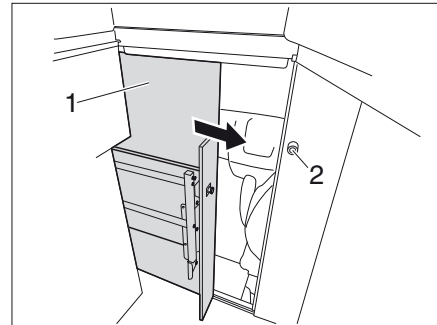

Bild 61 Lås förarhytt
- Stäng dörren (Bild 61,1) tills den går i lås.
- Vrid handtaget (Bild 61,2) motsols tills dörren är låst.
- Vrid handtaget (Bild 61,2) medsols tills dörren är upplåst.
- Skjut upp och säkra dörren (Bild 61,1).